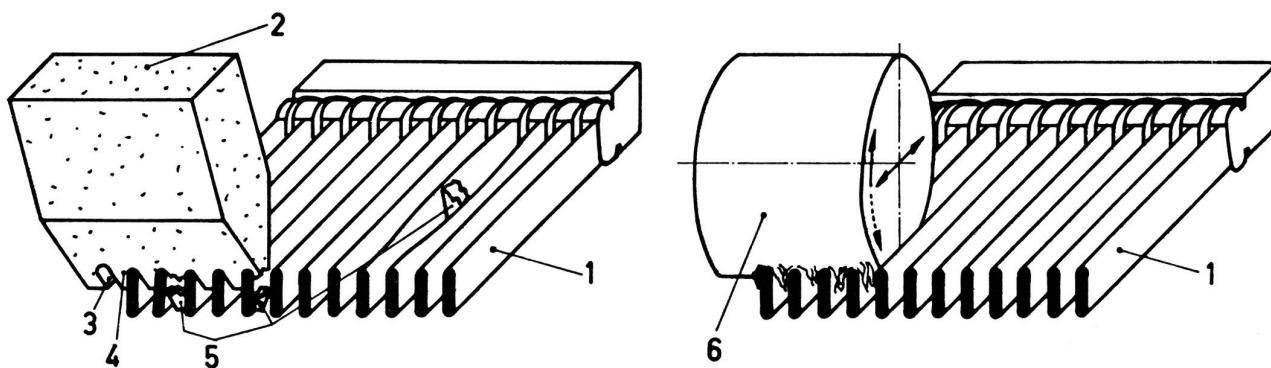

Abbildung 2 Links: Querschnitt eines Webblettes mit Schleifstein mit eingeschliffenen Rillen; Links: Polierscheibe im Eingriff.
Damit die Kanten der einzelnen Blattzähne (1) (Abbildung 2) wirklich abgerundet werden, müssen entsprechend der Dicke der Zähne und dem Abstand zwischen denselben Rillen (3) in die Steine eingeschliffen werden. Es werden für jeden Blattstich (Anzahl Zähne pro cm) separate Steine benötigt. Zwischen den in den Steinen eingeschliffenen Rillen befinden sich Zwischenwände (4). Besonders bei feinen Blättern brechen diese dünnen Zwischenwände häufig ab, sie verklemmen sich zwischen den Zähnen (5) und müssen dann von Hand entfernt werden.